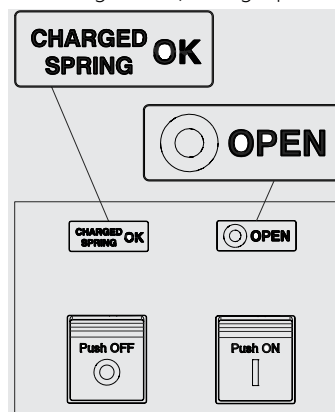

Abbildung 50
2. Leistungsschalter aus mit gespannten Federn (siehe Abbildung 50).